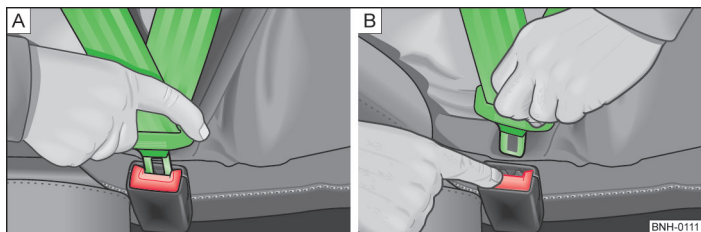

Abb. 79 Sicherheitsgurt anlegen / ablegen
- Die Schloßung in das zum Sitz gehörende Gurtschloß » Abb. 79 - [A] stecken, bis diese hörbar einrastet.
- Die rote Taste im Gurtschloß » Abb. 79 - [B] drücken, die Schloßung springt heraus.